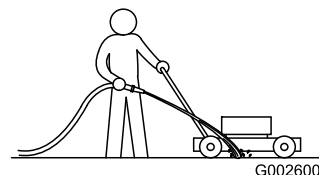

Bild 15
3. Lassen Sie den Motor bei eingekuppeltem Messer laufen und sprühen Sie Wasser vor das **rechte Hinterrad (Bild 15)**.